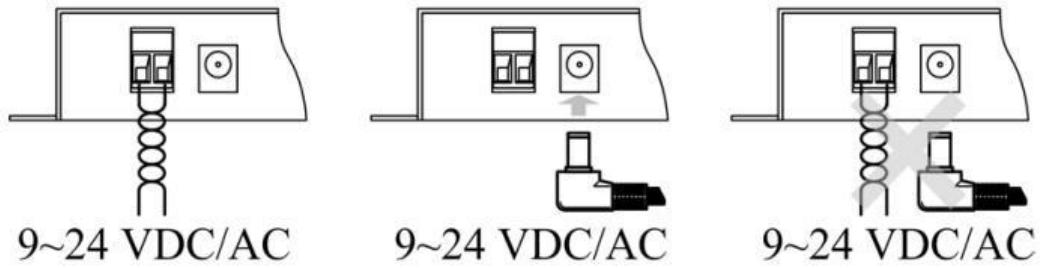

图 3.2 CANHub-AF2S2 电源接口
**接线端子：** CANHub-AF2S2 有两个电源输入端子：2 Pin AWG 14-22 插拔式接线端子和 DC JACK 插口。电源线可连接到任意一个端子，但不能同时连接两个电源端子。AWG 14-22 插拔式接线端子是 M3.5 端子螺丝。使用压接端子接线，也可将裸多股线直接接在端子上，用起子拧紧端子排的螺丝。如果电源完全接通，“PWR”指示灯将会一直显示红色。接线示意图如图 3.2 所示。